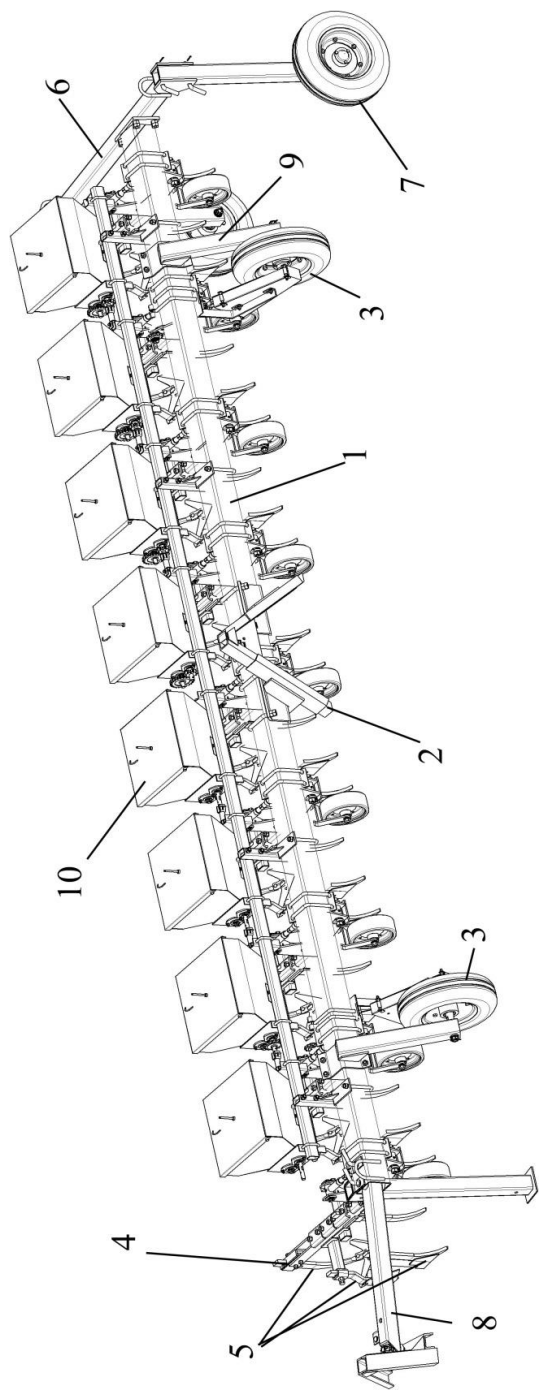
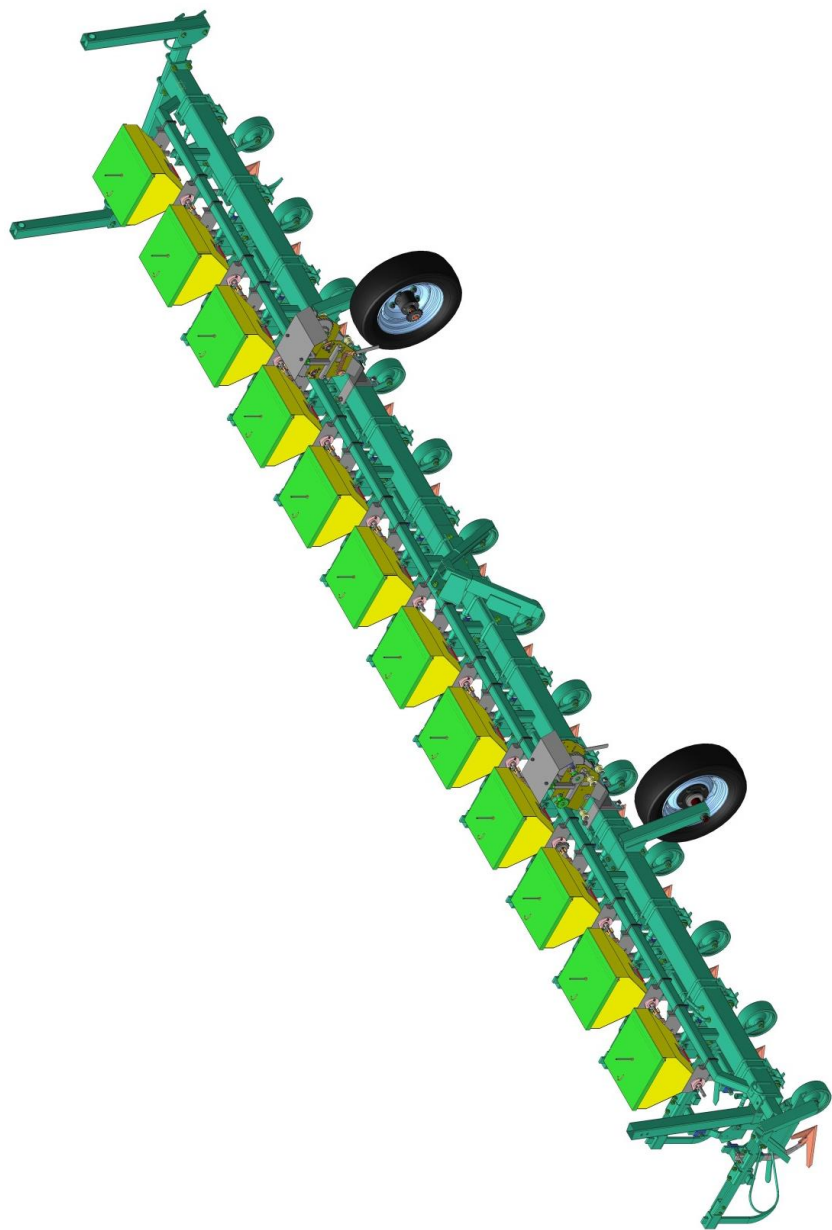
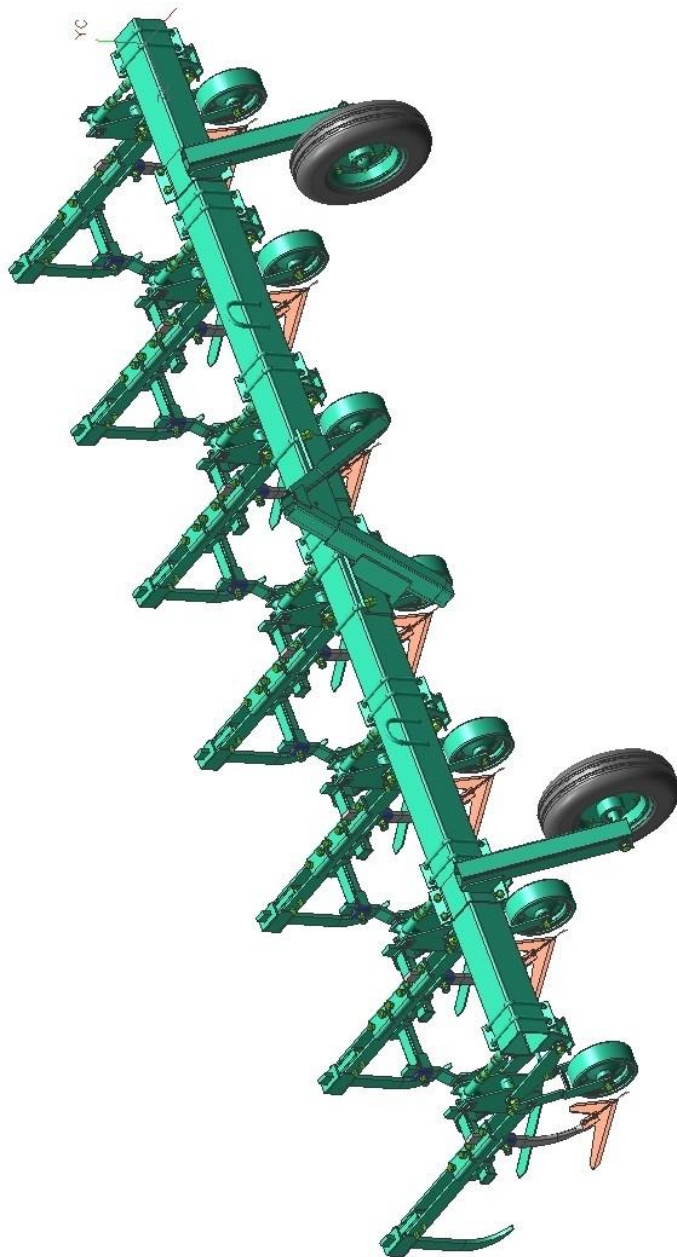

Рисунок 1 – Общий вид культиватора КРН-5,6 А
Рисунок 2 – Общий вид культиватора КРН-8,4 А
Рисунок 3 Общий вид культиватора КРН-4,2 А
3.1. Культиваторы КРН в рабочем положении представляют собой навесные машины, состоят из бруса 1, на который крепятся: замок автосцепки 2, два несущих колеса 3, секции рабочих органов 4 (рис. 1).
3.2 Культиватор КРН-4,2А (рис. 3) в транспортном положении является навесной машиной, а культиваторы КРН-5,6А (рис. 1) и КРН-8,4А (рис. 2) в транспортном положении – полунавесными: транспортируются по дорогам вдоль ширины захвата, опорой при этом служит поперечина 6, на которую устанавливаются дополнительные несущие колеса 7 (для культиватора КРН-5,6).